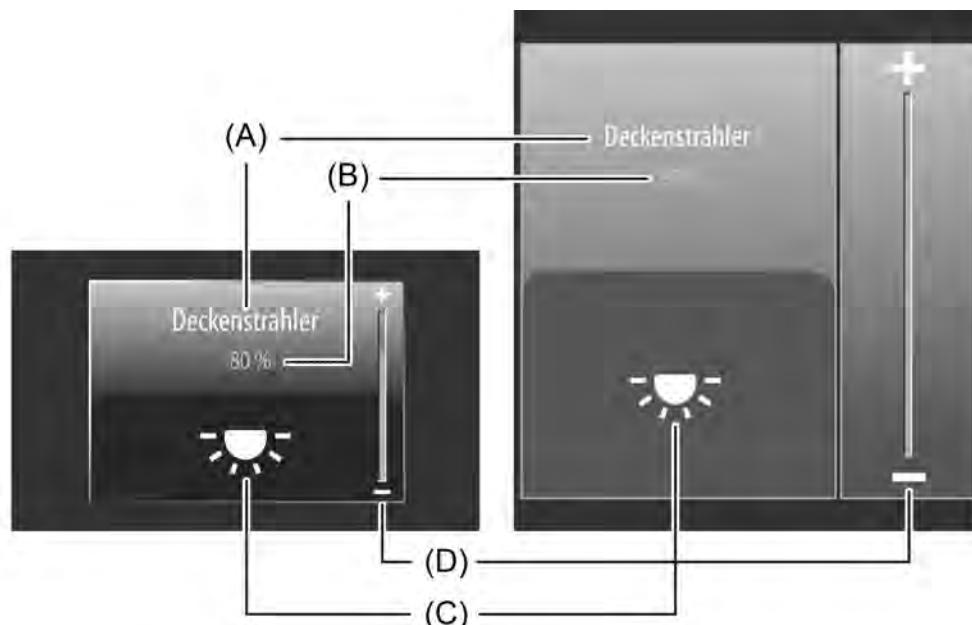

Bild 30: Beispiel für Bedien- und Anzeigeelement der Kanalfunktion "Dimmen (Start/Stopp)"
Der Anzeigebereich enthält verschiedene Darstellungselemente (Bild 30), die durch ETS-Parameter beeinflusst werden. Jedem KNX Kanal kann in der ETS eine Bezeichnung vergeben werden (A). Diese Text-Bezeichnung wird im Anzeigeelement zentriert zur Anzeige gebracht, wodurch steuerbare KNX Funktionen für den Anwender kenntlich gemacht werden (z. B. "Deckenstrahler"). Zusätzlich kann unterhalb der Bezeichnung ein Statuswert (B) eingeblendet werden, der abhängig vom Objektwert der Dimmwert-Rückmeldung des angesprochenen Dimmaktors Helligkeitswerte im Klartext anzeigt ("0...100 %"). Solange nach einem Gerätereset noch kein Rückmeldungs-Objektwert empfangen wurde, zeigt der Statuswert "---%" an. Analog zum Statuswert kann im unteren Anzeigebereich ein Symbol (C) angezeigt werden. Es wird stets das Symbol "Beleuchtung" verwendet. Abhängig vom Dimmzustand wechselt die Ausprägung des Statussymbols, wodurch der Helligkeitszustand des gesteuerten KNX Kanals eindeutig abgelesen werden kann (: Beleuchtung AUS oder geringe Helligkeit, : Beleuchtung maximale Helligkeit, Zwischenwerte durch Symbol mit weniger Lichtstrahlen). Wahlweise können Statuswert und Symbol entfallen.